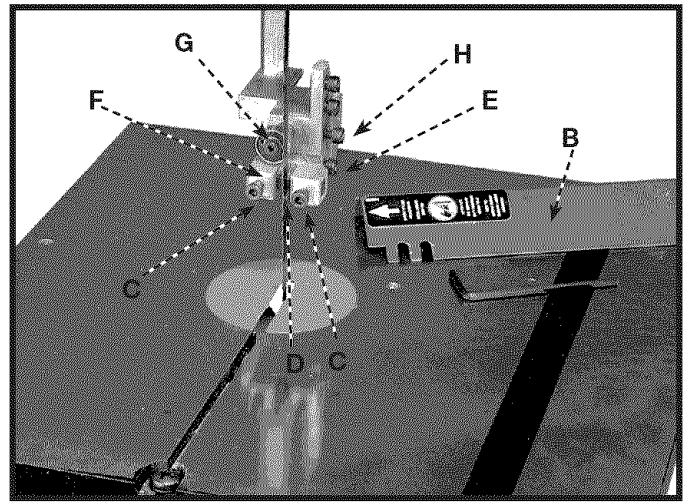
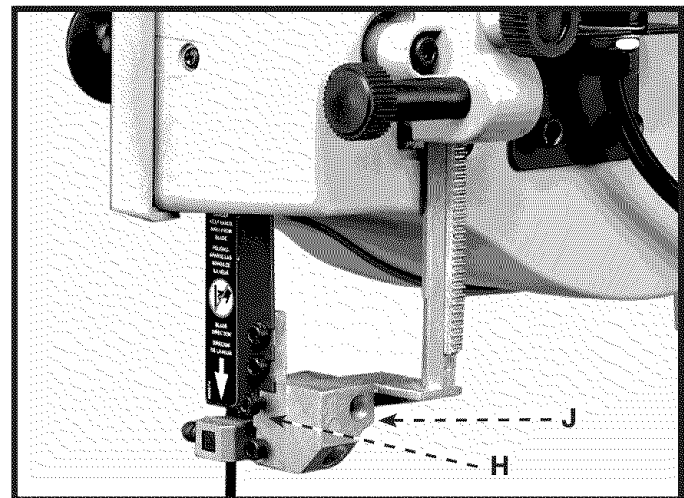

Fig. 27
Fig. 28
▲ ADVERTENCIA Se muestra el protector de hoja superior (b) fig. 27 desmontado para mayor claridad. siempre cerciorese a el guardia superior de hoja es instalado y es ajustado apropiadamente antes operar la banda vio.
1. Afloje los dos tornillos (C) Fig. 27 y ajuste las guías de hoja (D) lo más cercanamente posible a los lados de la hoja de la sierra, teniendo cuidado de no constringir la hoja. Apriete entonces ambos tornillos (C).
2. Afloje el tornillo (E) Fig. 27 y mueva el soporte de guía (F) hacia adentro o hacia afuera hasta que el borde delantero de las guías (D) quede justo detrás de las "gargantas" de los dientes de la hoja. Apriete el tornillo (E).
3. El cojinete de apoyo de hoja superior (G) Fig. 27 impide que la hoja de la sierra sea empujada hacia atrás excesivamente durante el corte. El cojinete de apoyo (G) debe ser ajustado aproximadamente 1/32 pulg. detrás del borde posterior de la hoja. La hoja debe superponerse también el diámetro exterior de la pelota que soporta por aproximadamente 1/8". Para ajustar:
4. Afloje el tornillo (H) Fig. 28 y deslice el cojinete de apoyo (G) hacia adentro o hacia afuera hasta que esté aproximadamente 1/32 pulg. detrás del borde posterior de la hoja de la sierra. Apriete entonces el tornillo (H).
5. El cojinete de apoyo de la hoja superior (G) Fig. 27 está fijado sobre un eje excéntrico. Para cambiar la posición del cojinete (G), afloje el tornillo (H) Fig. 28, y utilizando un destornillador recto, gire el eje (J) Fig. 28 hasta que la hoja quede correctamente solapada sobre el cojinete de apoyo. Apriete entonces el tornillo (H).